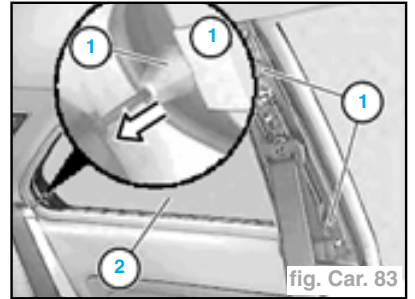

fig. Car. 83
- Dégager le capuchon (A) à l'aide de la cale (B) puis décrocher la tige de rac-
- cordement de la vitre orientable (fig. Car. 83).
- Retirer les capuchons (1) et déposer les vis se trouvant en dessous. (fig. Car. 83)
- Déposer la vitre orientable (2).